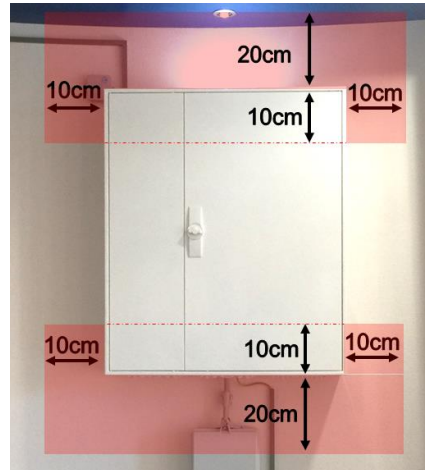

Fig.4 : plages pour l'emplacement du/des boîtier(s) de connexion, côté armoire électrique
- côté armoire électrique : le boîtier de connexion est à installer au-dessus ou en-dessous de l'armoire électrique dans les plages aux dimensions illustrées sur la Fig. 4 ci-après.